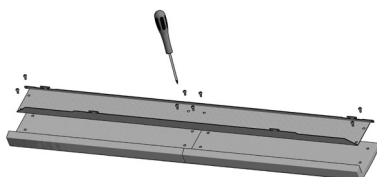

Fig. 30 - Avvitare maioliche
- Sganciare il supporto e avvitarlo alla maiolica (vedi Fig. 30)